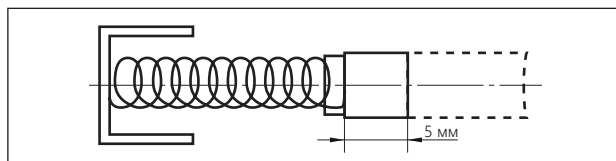

Рисунок 24.
- Замените щетку, если пружина повреждена или графитовая часть изношена (длина менее 5 мм (рис. 24));